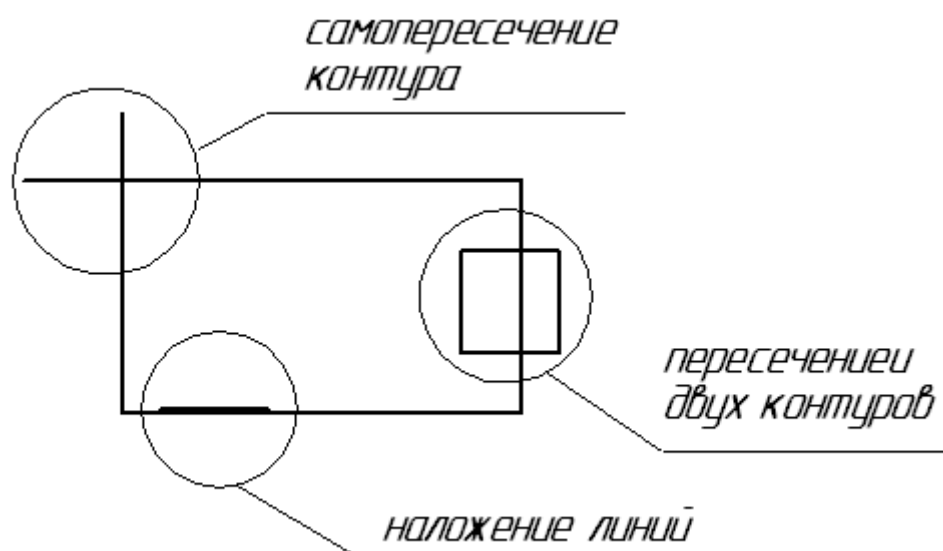

Рис. 2.25
3. Контур не должен иметь точек самопересечения, пересечения с другим контуром или линий наложения (рис. 2.25).